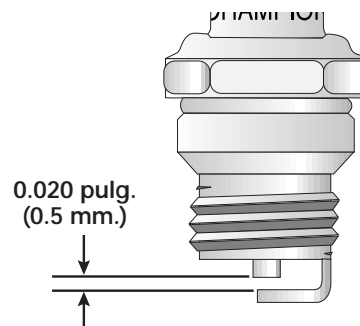

Fig. 28
3. Cambie las bujías que estén rajadas, sucias o deterioradas. Fije la separación de aire a **0.020 pulgadas (0.5 mm)** utilizando un calibrador (Fig. 28).